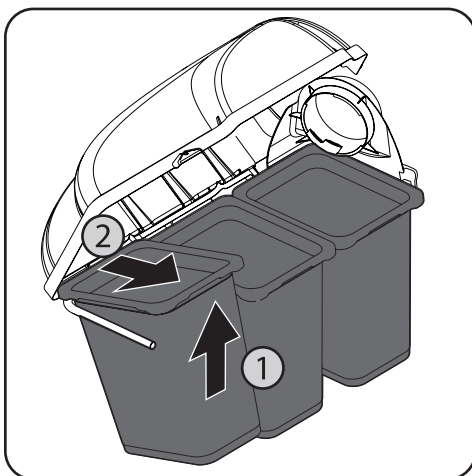

Figure 5-2
3. Retirez les trois ensembles de sac des supports en soulevant d'abord le rebord avant, puis en faisant glisser le rebord arrière vers l'avant et vers le haut jusqu'à ce qu'il soit dégagé du cadre, comme illustré à la Figure 5-2.